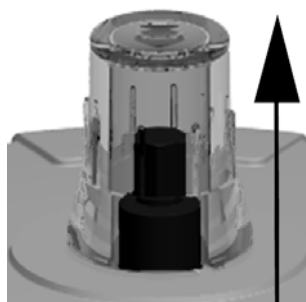

Fig. 20
- ▶ Placer le robinet en position « ouverte », voir Fig. 20
- ▶ Mettre le servomécanisme en position „ouverte“, voir Fig. 20